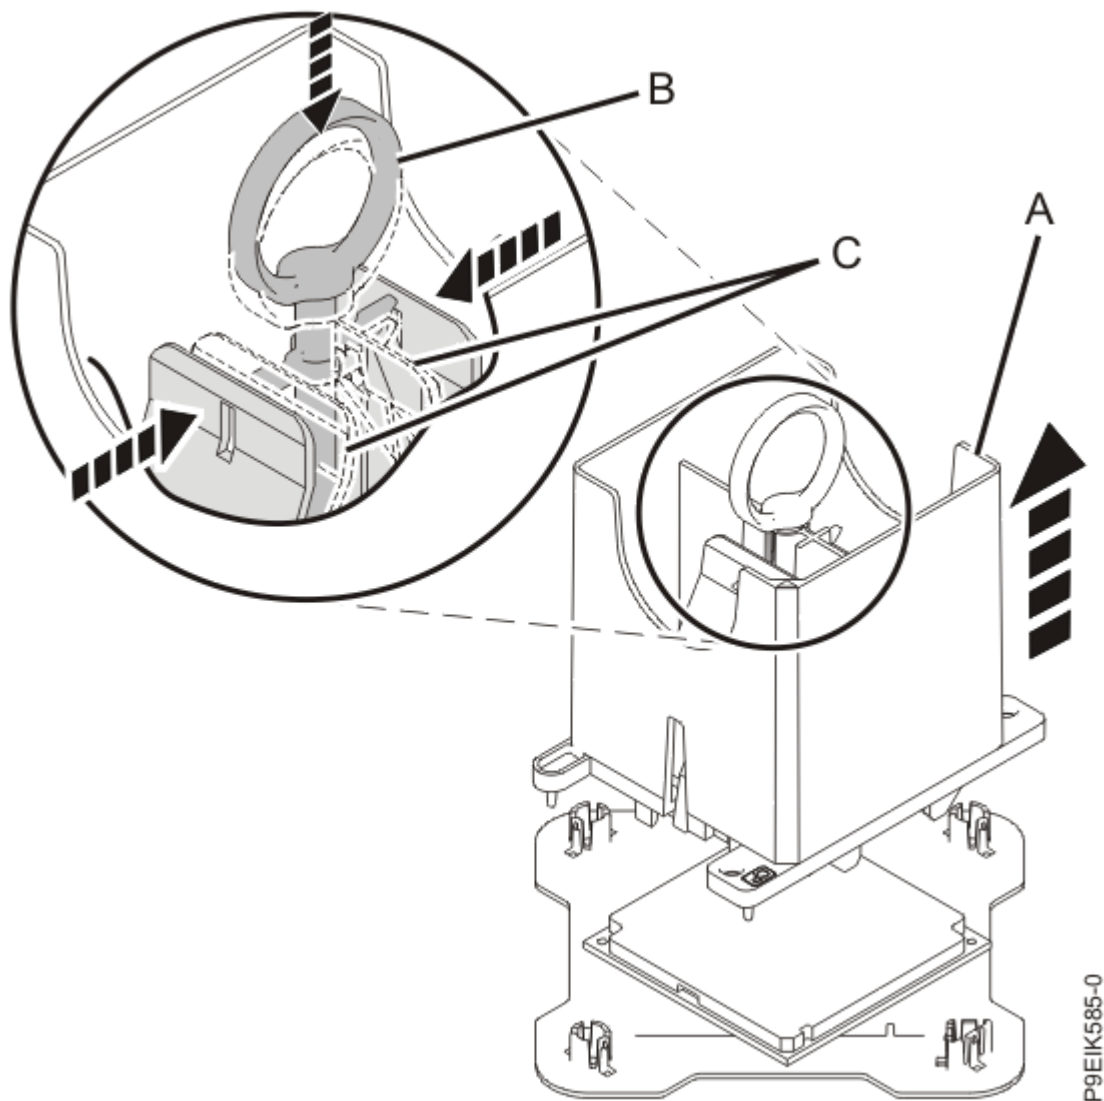

図 12. ツールからのシステム・プロセッサ・モジュールの解放
6. リング **(B)** を下に押して、システム・プロセッサ・モジュールを解放します。青色のタブ **(C)** を内側に押しながら、リング **(B)** を押し下げます (15 ページの図 12 を参照)。リングが青色のタブの開口部に収まり、青色のタブが固定した位置にロックされていることを確認します。